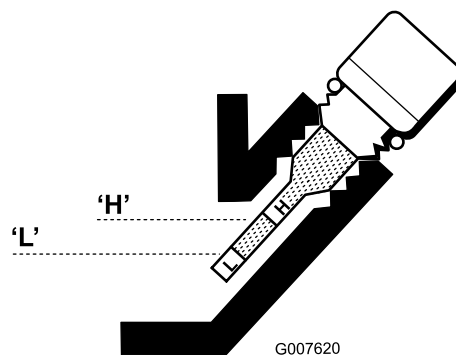

Figura 21
3. Limpie el indicador e introdúzcalo en el orificio de llenado. No lo enrosque en el orificio. Luego retírelo y verifique el nivel de aceite. Si el nivel es bajo, añada solamente aceite suficiente para que llegue entre las marcas 'H' y 'L' del indicador (Figura 21). Vuelva a comprobar el nivel de aceite. No llene demasiado.